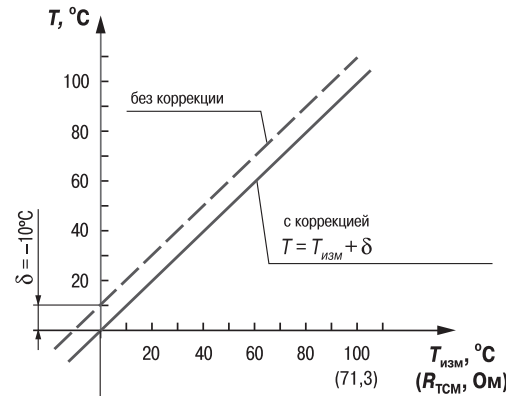

Рис. 2
3.1.4.3.2. Для компенсации погрешностей $\Delta R = R_0 - R_{0.TСМ}$, вносимых сопротивлением подводящих проводов $R_{TСМ}$, к каждому измеренному значению параметра $T_{изм}$ прибавляется заданное пользователем значение δ . На рис. 2 приведен пример сдвига характеристики для датчика ТСМ50М, $W_{100} = 1,426$.